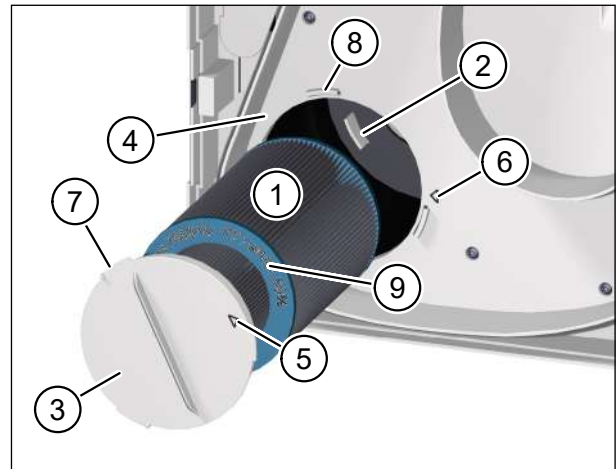

Abb. 19: Neuen Außenluftfilter einsetzen
- ▶ Führen Sie den neuen Außenluftfilter (Pos. 1 in Abb. 19) vorsichtig in das Lüftungsgerät ein.
- ▶ Achten Sie darauf, dass der Luftfilter in die 3 Haltenasen (Pos. 2 in Abb. 19) an der Rückwand des Lüftungsgerätes gleitet.
- ▶ Setzen Sie den Filterdeckel (Pos. 3 in Abb. 19) auf den Außenluftfilter auf. Achten Sie darauf, dass der Filterdeckel plan auf der Zwischenplatte (Pos. 4 in Abb. 19) aufliegt.
- ▶ Drehen Sie den Filterdeckel im Uhrzeigersinn, bis der Pfeil auf dem Filterdeckel (Pos. 5 in Abb. 19) mit dem Pfeil der Arretierposition (Pos. 6 in Abb. 19) fluchtet. Achten Sie darauf, dass die 3 Nasen (Pos. 7 in Abb. 19) am Filterdeckel in den Halterungen (Pos. 8 in Abb. 19) an der Zwischenplatte einrasten.
- Als Außenluftfilter dürfen nur M-WRG-II FA, Art.-Nr. 200335, und M-WRG-II FK (Aktivkohlefilter), Art.-Nr. 200191, verwendet werden. Art.-Nr. und Luftfilterklasse sind auf der türkisen Endscheibe des Luftfilters (Pos. 9 in Abb. 19) eingeprägt.